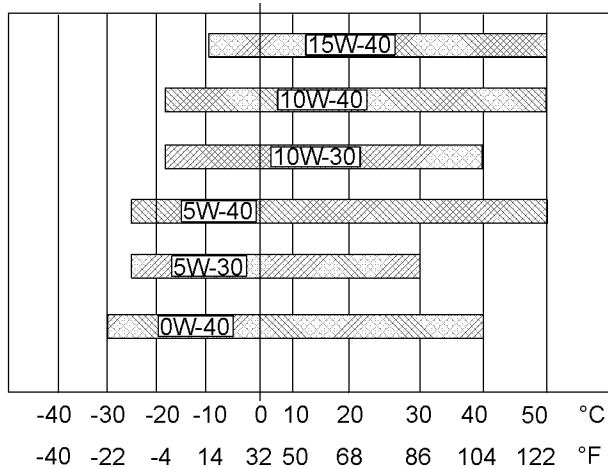

Abbildung 33
Informationen zur Bestimmung der erforderlichen Ölviskosität beim Starten eines kalten Motors sind der Abbildung 33 (Tiefsttemperatur) zu entnehmen.
Zur Bestimmung der notwendigen Ölviskosität für den Motorbetrieb bei der höchsten zu erwartenden Umgebungstemperatur siehe Abbildung 33 (maximale Temperatur).
- Siehe die entsprechenden Schmierstoffviskositäten. Siehe die entsprechende Abbildung 33, um den richtigen Viskositätsgrad für den Motor zu bestimmen.